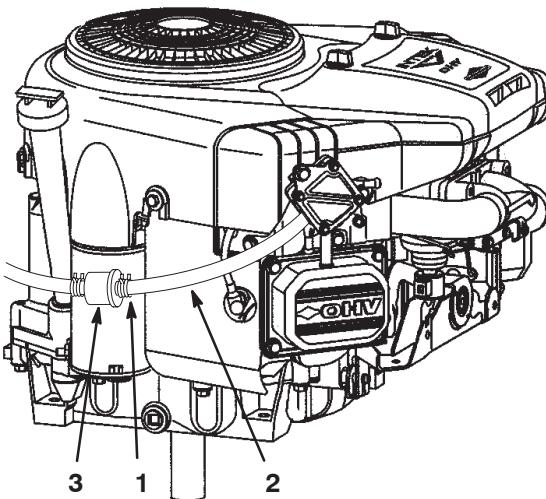

Figure 31
7. Pincez les extrémités du collier de fixation et poussez le collier en haut de la conduite d'alimentation, en direction du réservoir de carburant (Fig. 31).
8. Débranchez la conduite d'alimentation du filtre (Fig. 31) et laissez l'essence s'écouler dans un bidon ou un bâc de vidange.
Remplacez le filtre à carburant toutes les 100 heures de fonctionnement ou une fois par an, la première échéance prévalant. Le meilleur moment pour remplacer le filtre à carburant (Fig. 31) est lorsque le réservoir à carburant est vide. Ne réinstallez jamais un filtre à carburant encrassé après l'avoir déposé de la conduite d'alimentation.
- Pincez les extrémités des colliers et éloignez-les du filtre (Fig. 31).